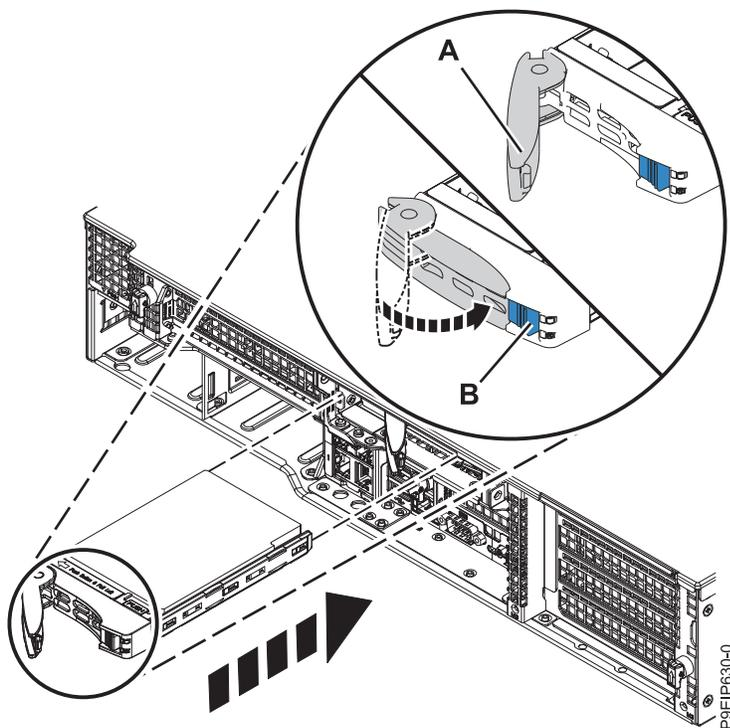

Figura 16. Detalle de bloqueo de la unidad de disco
5. Bloquee el asa de la bahía de unidad (A) presionando el pestillo de liberación del asa hasta que encaje en (B) como se muestra en la Figura 16 en la página 19.